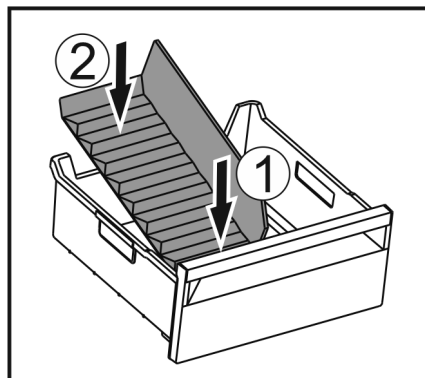

Fig. 171
- ▶ Włożyć przednią część separatora do szuflady na lód. Fig. 171 (1)
- ▶ Tylną część separatora do szuflady na lód opuścić na dno szuflady. Fig. 171 (2)